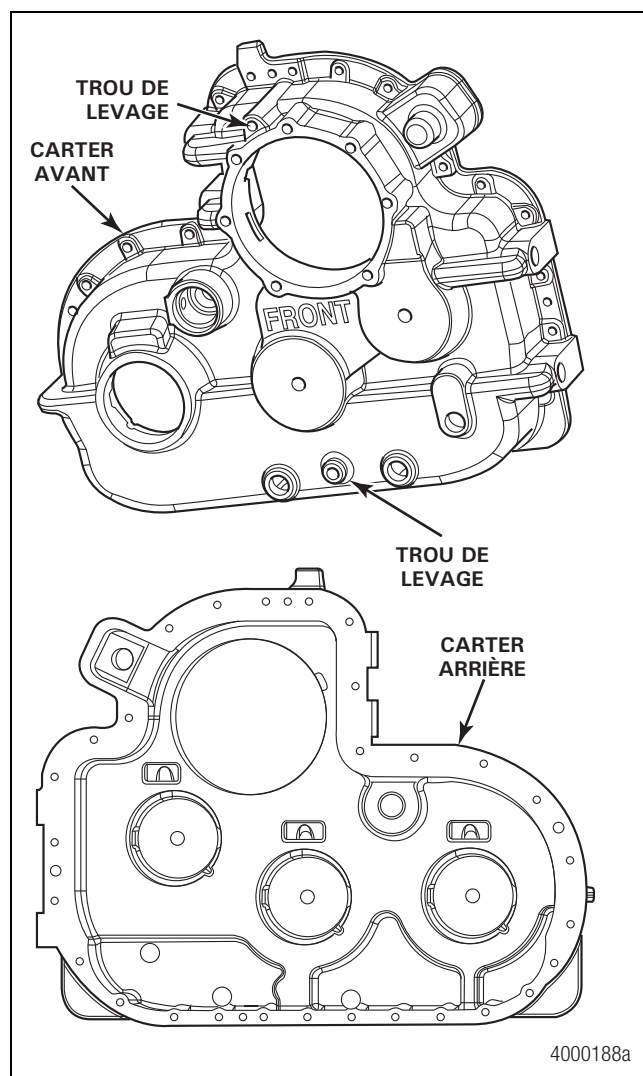

Figure 3.4
15. Glisser des boulons à œil dans les trous de levage de l'un ou l'autre des carters de la boîte de transfert. Les trous de levage sont situés aux parties supérieure et inférieure de chaque carter de la boîte de transfert, près du centre. Figure 3.4.